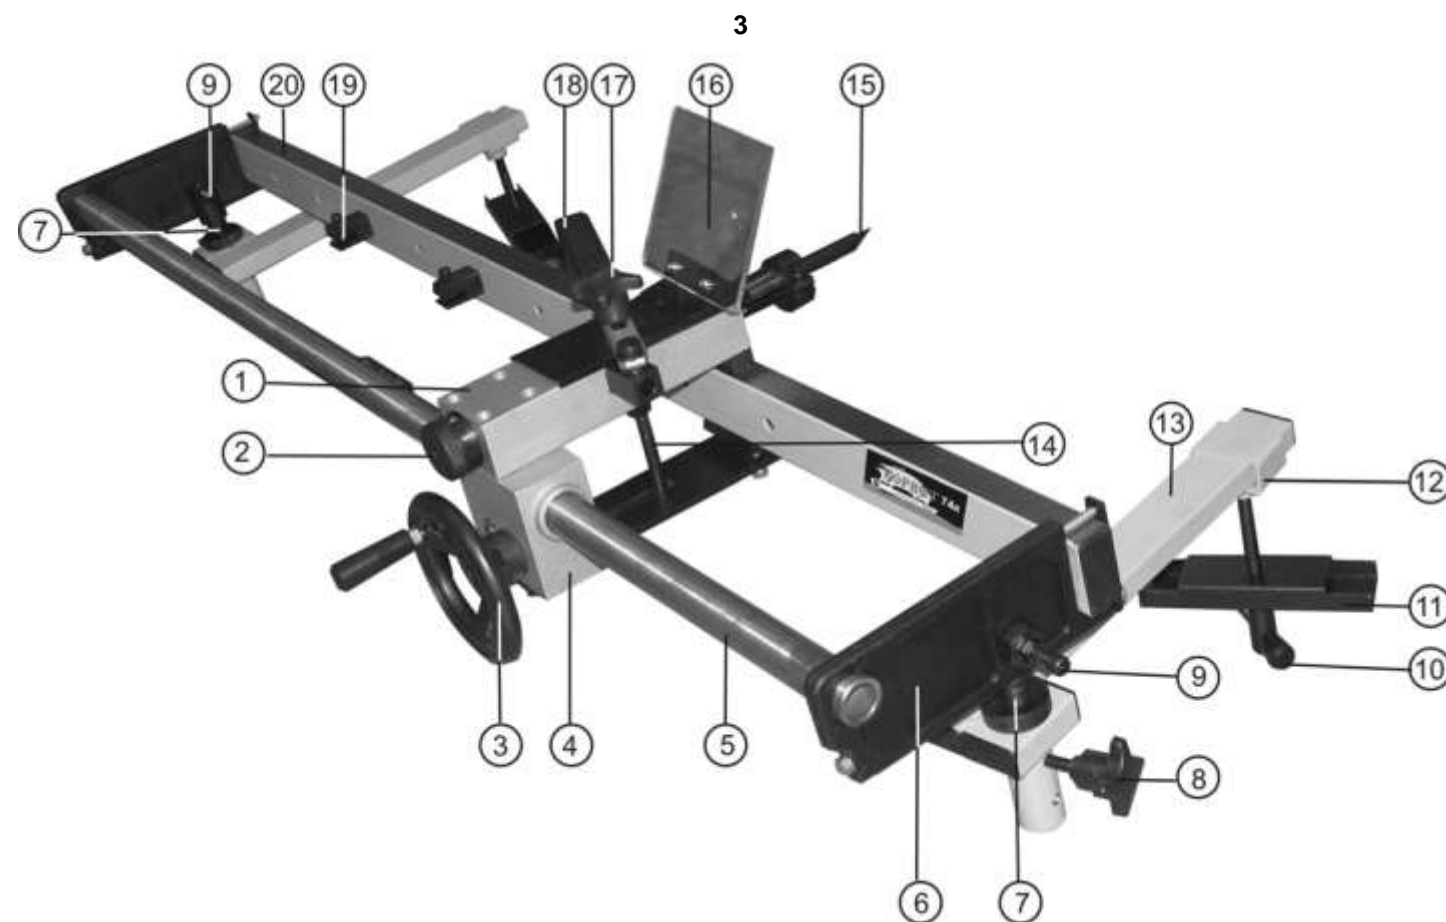

Рис.2
8. ПРИНЦИП РАБОТЫ (Рис.2)
5.1. Элементы приспособления показаны на Рис.2.
6. СБОРКА (Рис.2)
6.1.7. Установите защитный экран (16) с помощью двух винтов с пружинными шайбами на каретку (1) приспособления.
7. РЕГУЛИРОВКА (Рис.2)